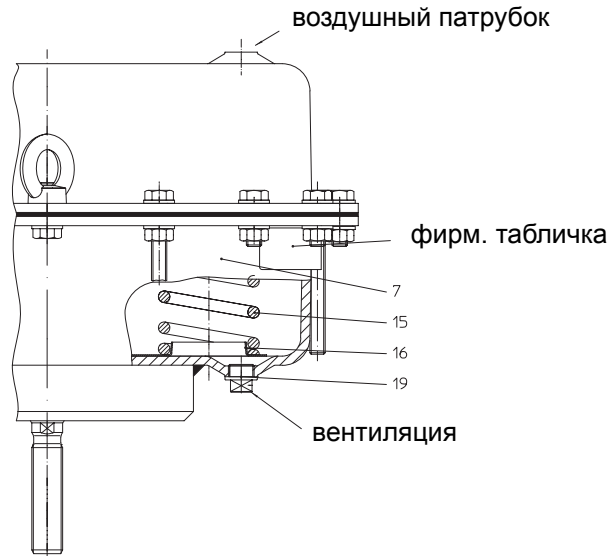

Рис. 26
- Установите закатывающуюся мембрану (10) и мембранную тарелку (10), а также элемент центрирования пружин (16) в кожух (18).
- Установите пружины (15) на центрирующий элемент (16) затем уложите второй центрирующий элемент (16) на пружины (15) и выровняйте его.
- Следите за правильной посадкой пружин! (см. Рис. 26!) Расположите пружины (15) так, чтобы над вырезом в центрирующем пружины элементе (16) располагалось вентиляционное отверстие в днище мембраны (19).
- Насадите днище мембраны (7) вместе с направляющей (3) на шпиндель (1) и закрепите винтами. (момент затяжки см. п. 8.1)